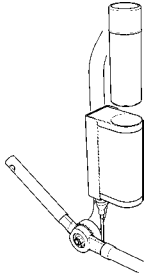

Fig. 11
1. Retire la batería de la percha (ver fig. 11). La batería se sostiene por una fuerza magnética. Simplemente tire de la batería y extráigala de la caja de control de la percha.